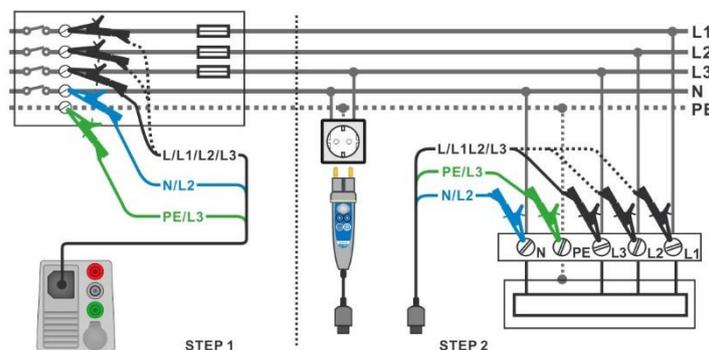

Abbildung 7.68: Spannungsabfallmessung – Anschluss des Commander-Prüfstecker und des 3-Leiter Prüfadapters
- › Schließen Sie den 3-Leiter Prüfadapter am Ausgangspunkt der elektrischen Anlage an, siehe **Abbildung 7.68**.
- › Schließen Sie den 3-Leiter Prüfadapter oder den Commander Prüfstecker an den Prüfpunkten an, siehe **Abbildung 7.68**.